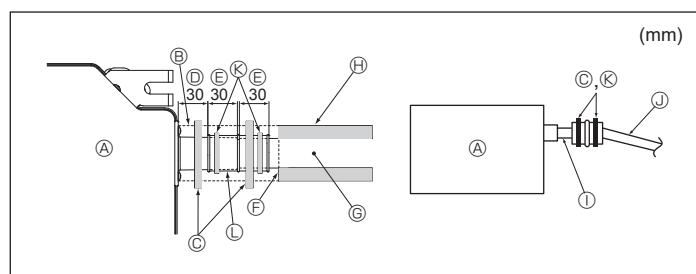

Fig. 6-2
- ⑮ Hasta 850 mm
1. Conecte el tubo de desagüe (suministrado con la unidad) al orificio de desagüe. (Fig. 6-2)